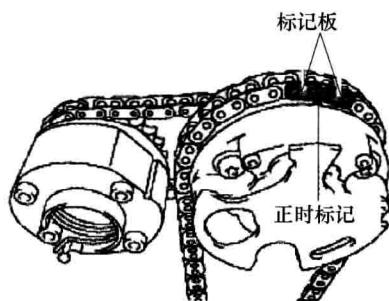

图 1-8 1号链条橙色标记板与凸轮轴正时齿轮对正
- ③ 拆下曲轴带轮螺栓。
- ① 如图1-8所示，将1号链条的橙色标记板与凸轮轴正时齿轮的正时标记对准，并将链条接合到齿轮上。